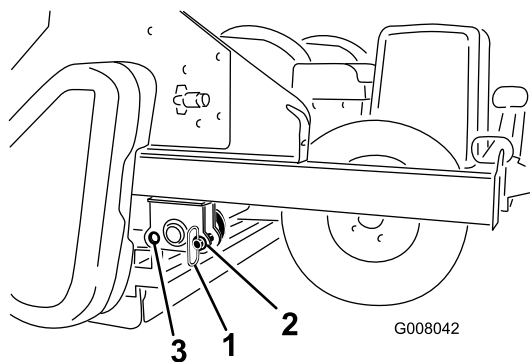

図 15
12. プロセッサを使う際には、格納保管用ピンを前穴から外して後穴に差し込んでください（図 15）。